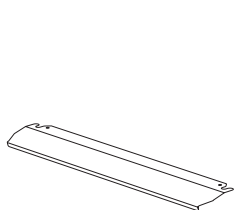

Figura 10
1. Um painel de segurança é projetado para proteger o painel de controlo e os botões quando o forno estiver no modo de grelhador. (figura 10)